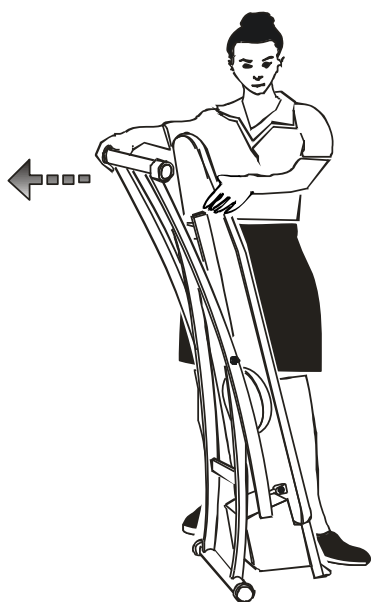

Fig. 2
2. Tirer le pied jusqu'à la hauteur souhaitée (fig. 2)